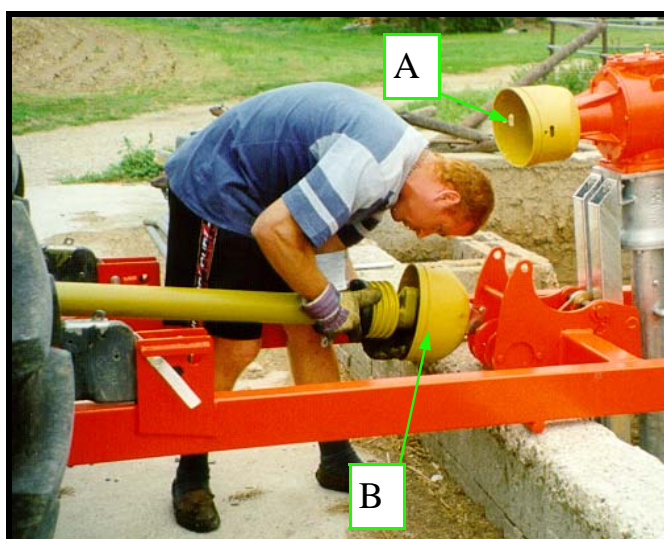

fig. 12
- disinserire l'albero cardanico dal lato gruppo pompa A fig.12 e inserirlo al posto della leva del verricello B fig. 12. (NO PER VERSIONI CON VERRICELLO IDRAULICO);